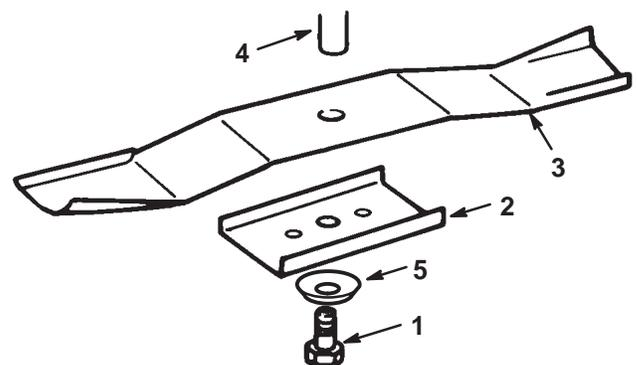

Bild 34
3. Entfernen Sie die Schraube (5/8"-Schlüssel), Spannscheibe, den Halter und das Schnittmesser (Bild 34). Sie können einen Holzklötz zwischen das Schnittmesser und das Schneidwerk keilen, um das Schnittmesser beim Entfernen der Schraube zu blockieren.
- Bringen Sie das Schnittmesser, den -halter, die Spannscheibe (Schalenseite zum Messer) und die Messerschraube an (Bild 34).